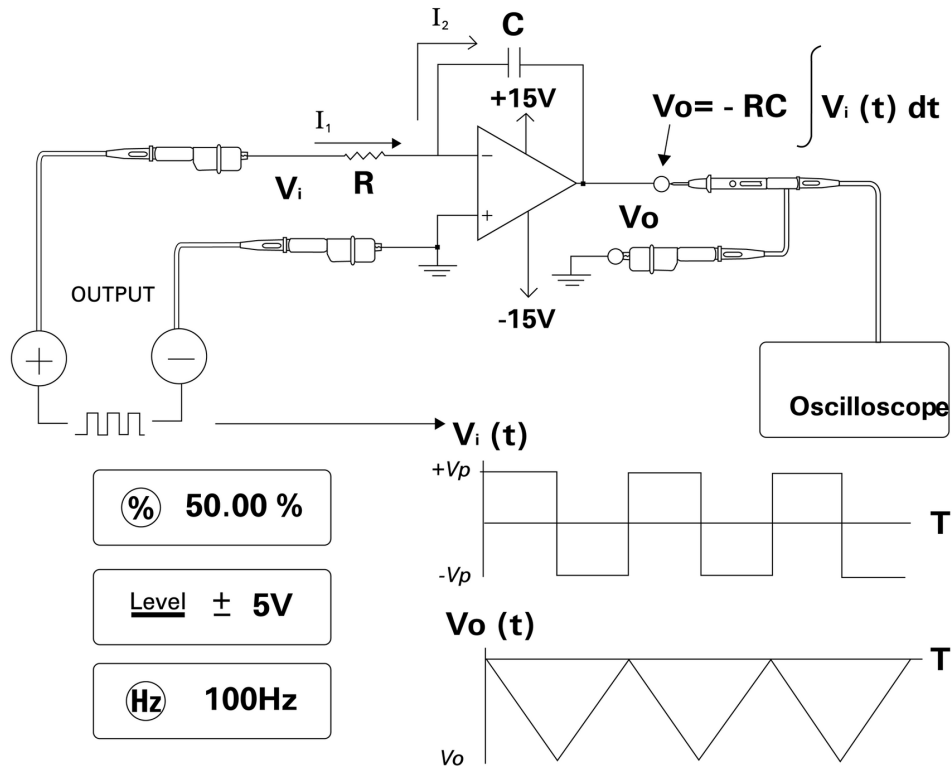

Figura 5-15 Conversión de onda cuadrada a onda triangular
El circuito de integración en la Figura 5-15 en la página 112 produce un voltaje de salida que es proporcional a la integral del voltaje de entrada.
- 3 Conecte un amplificador operacional tal como se muestra en la Figura 5-15 en la página 112.